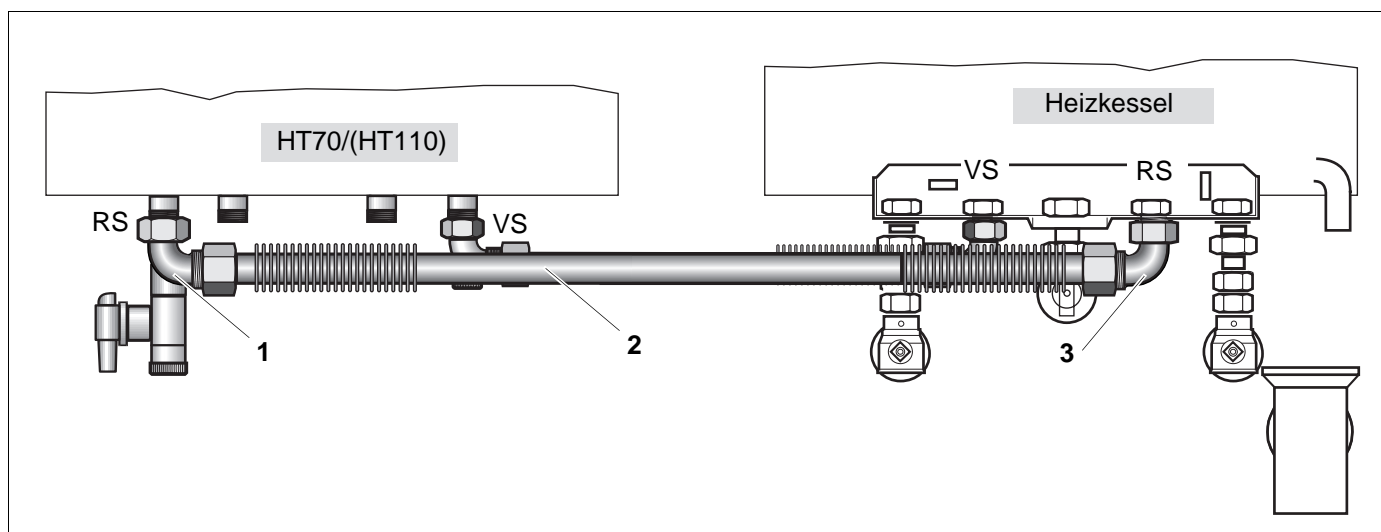

Abb. 8 Verbindungsrohr Speicherrücklauf HT70/HT110 links (ohne Wärmeschutz dargestellt)
- Winkelverschraubung mit KFE-Hahn (Abb. 8, Pos. 1) und Dichtung am Speicherrücklauf des HT70/HT110 verschrauben (Abb. 8).
- Langen Wellenschlauch (Abb. 8, Pos. 2) mit Dichtungen zwischen Anschlusswinkel (Abb. 8, Pos. 3) Speicherrücklauf (RS) des Heizkessels und der Winkelverschraubung mit KFE-Hahn (Abb. 8, Pos. 1) des HT70/HT110 anschrauben (Abb. 8).